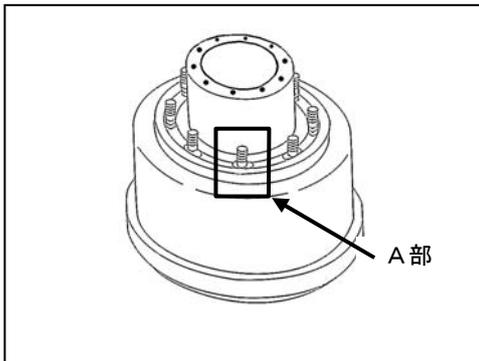

図1 ハブ、ドラム
1. ハブの摩耗部と未摩耗部との段差 (図1のA部) をシックネスゲージにて測定する。